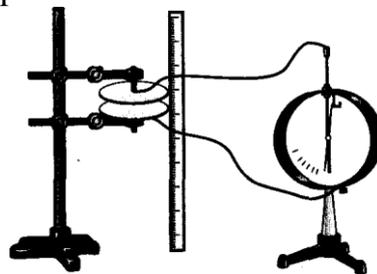

Рис. 2.126
1. Закрепите диски разборного конденсатора на штативе, как показано на рис. 2.126. Верхний диск соедините со стержнем электрометра, нижний — с корпусом. Расстояние между дисками должно составить 2-3 см.